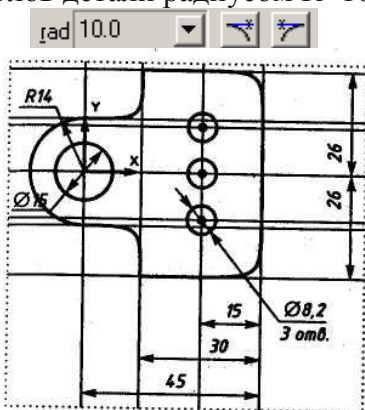

Рисунок 42
9. По команде Ввод дуги  строим дугу радиусом R14, вводя в Строке параметров окружности в окне <rad> радиус окружности 14 по команде <Alt>+<R>. Нажмите <Enter> (см. рис. 42).